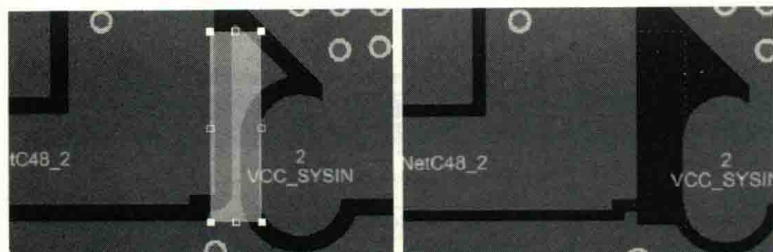

图 9-101 Cutout 的放置
(1) 执行菜单命令“Place-Polygon Pour Cutout”, 激活放置命令, 然后和绘制铜皮一样进行放置操作, 如图 9-101 所示, 一般放置尖岬铜皮上重新灌铜一下, 尖尖的敷铜就被删除了。